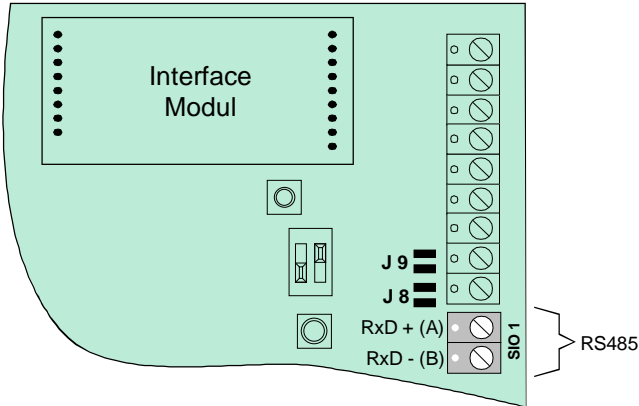

Abb. 9: Anschlussklemmen SIO 1
- Zur Aktivierung der Symmetriewiderstände **beide** Lötbrücken J8 + J9 schließen (siehe Abb. 9).